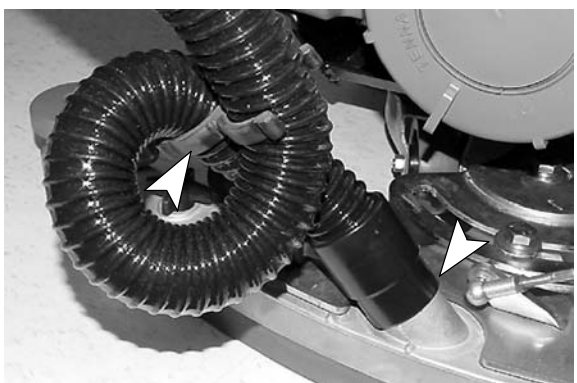

РИС. 6
4. Подключите к узлу швабры вакуумный шланг. Образуйте петлю шланга, используя предоставленный хомут (Рисунок 6).